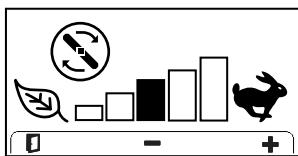

Figura 27
- Pantalla de velocidad de las cuchillas (Figura 27):** Pulse el botón para acceder a esta pantalla y pulse para ajustar la velocidad de las cuchillas de la unidad de corte. Solo es posible acceder a esta pantalla cuando Smart Power está desactivado.